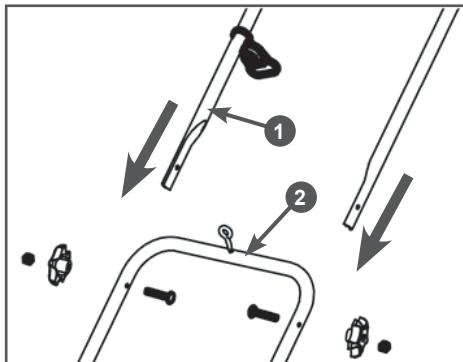

Рис. 3 Установка рукоятки управления
- Установите рукоятку управления на стойку. Совместите отверстия в рукоятке 1 и стойке 2, вставьте в полученные отверстия болты, установите шайбы и закрутите баращковые гайки (Рис. 3).